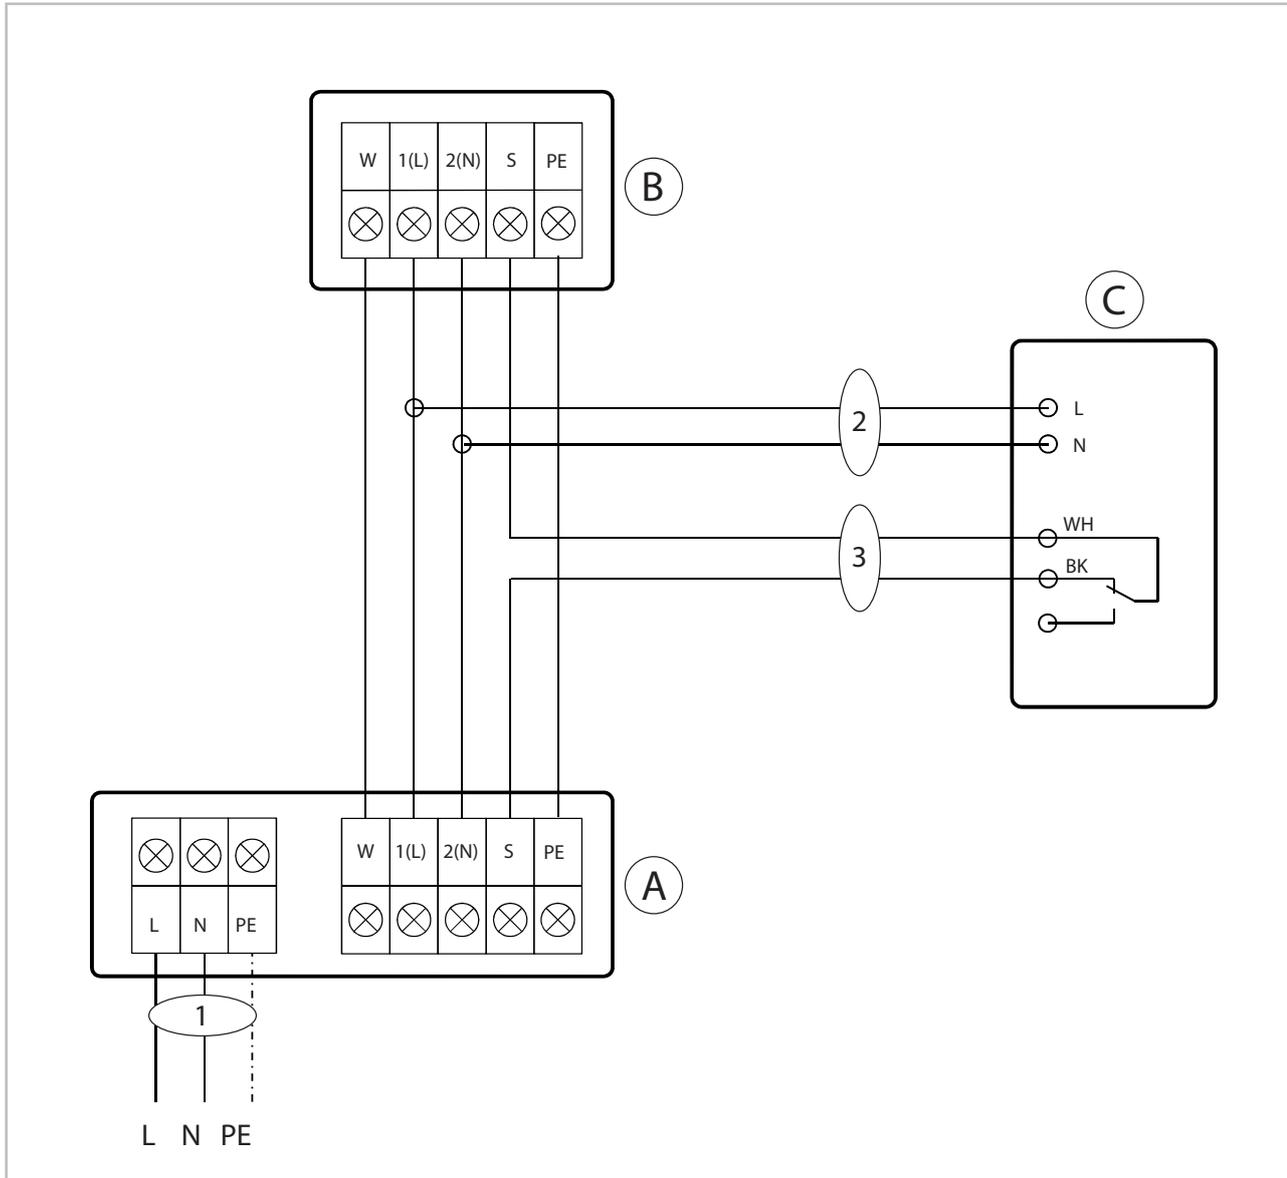

Fig. 42: Schéma de raccordement électrique
- Si une pompe à condensat disponible en option est utilisée sur l'appareil, un relais supplémentaire peut être nécessaire lors de l'utilisation du contact de désactivation de la pompe pour augmenter la puissance de commutation afin de désactiver le compresseur (voir Voir la Fig. 42).